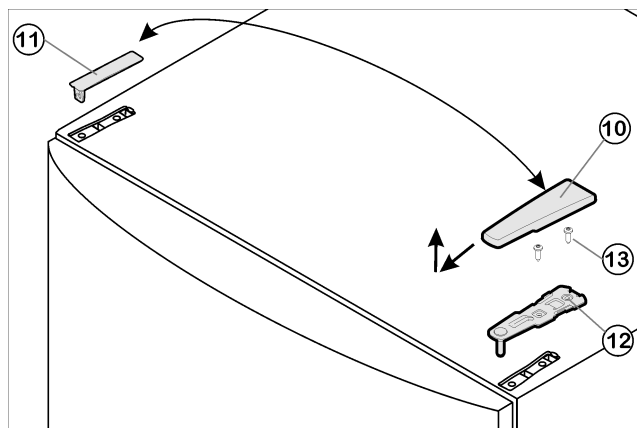

Fig. 4
- ▶ Потяните крышку Fig. 4 (10) вперед и вверх.
- ▶ Снимите крышку Fig. 4 (11).
- ▶ Открутите верхний опорный кронштейн Fig. 4 (12) (2 шт. Torx® 25) Fig. 4 (13) и вытяните вверх.
- ▶ Установите верхний опорный кронштейн *Fig. 4 (12)* на новой стороне шарнира и защелкните в дверце.
- ▶ Прикрутите верхний опорный кронштейн *Fig. 4 (12)* (**с моментом 4 Нм**) (2 шт. Torx® 25) *Fig. 4 (13)*. При необходимости сделайте отверстия или используйте аккумуляторную отвертку.
- ▶ Защёлкните крышку *Fig. 4 (10)* и крышку *Fig. 4 (11)* на противоположной стороне.